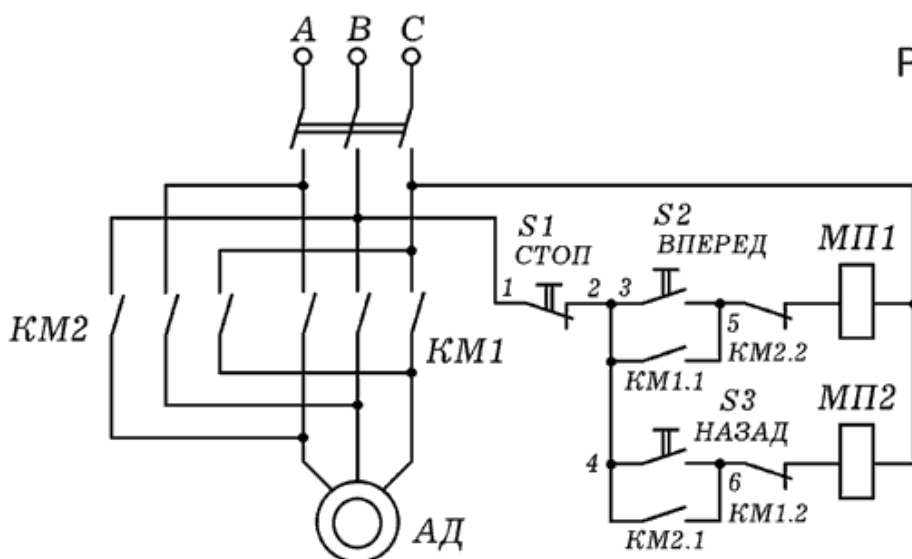

Рис. 15
Силовая часть схемы (рис. 15) состоит из асинхронного двигателя, обмотка статора которого включается в сеть через две группы силовых контактов магнитных пускателей МП1 и МП2. Для реверсирования двигателя достаточно поменять местами два линейных провода, идущих к обмотке статора. Группа контактов, расположенных на магнитном пускателе МП1, обеспечивает вращение ротора вперед, силовые контакты на МП2 — вращение назад. Одновременное срабатывание обоих магнитных пускателей недопустимо, так как вызывает короткое замыкание.
2. Нарисуйте в тетради реверсивную схему управления асинхронным двигателем (рис. 15). Опишите работу схемы.